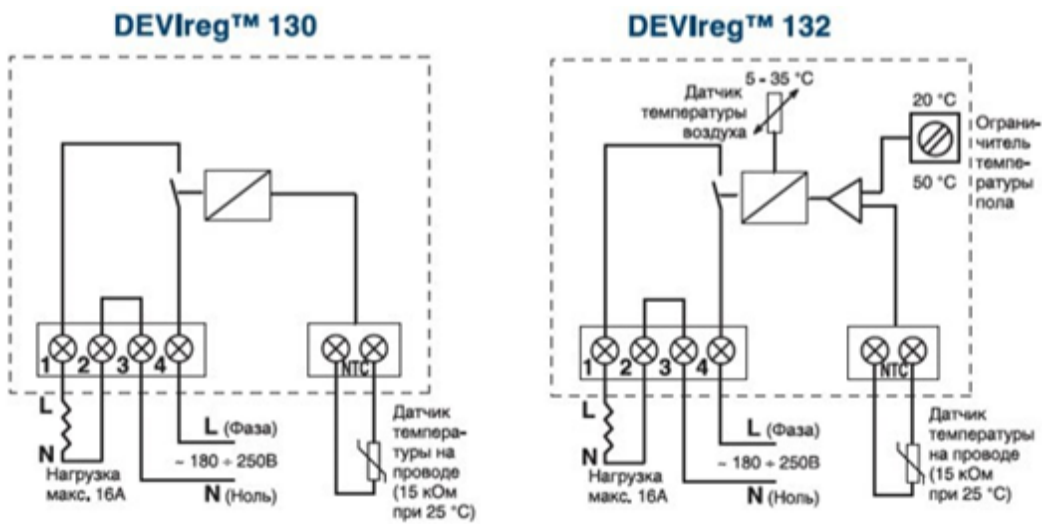

Рис. 5. Электрические схемы подключения.
4. Подключение терморегулятора производится согласно монтажной электрической схеме (Рис. 5). При подключении к регулятору питающего сетевого кабеля следует соблюдать фазировку. Терморегуляторы не имеют специального контакта для подключения «земли». Вывод экранирующей оплетки нагревательного кабеля должен соединяться с проводом «земля» питающей сети с помощью дополнительного контакта внутри монтажной коробки.